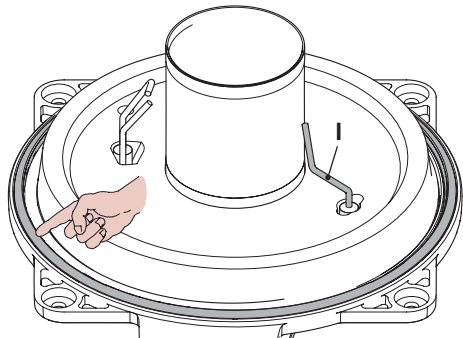
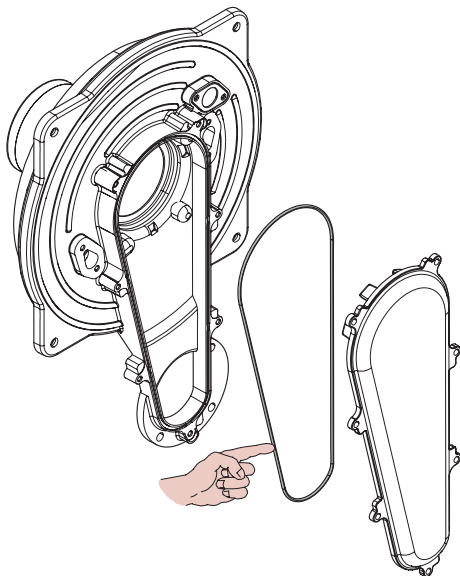

Figura 9.8
Figura 9.9
- La guarnizione in silicone della parete frontale della camera di combustione Figura 9.8 e la guarnizione del coperchio condotto aria/gas (Figura 9.9) devono essere cambiate se deteriorate e comunque devono essere obbligatoriamente sostituite ogni 2 anni.
- L'elettrodo di rilevazione I in Figura 9.8 funge anche da sensore per il corretto scarico della condensa.